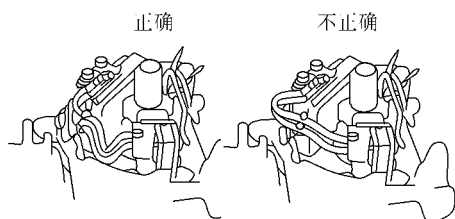

图 5-53 将感应线圈的配线固定到夹扣上
- 3) 按图 5-53 所示，将感应线圈的配线固定到夹扣上，并使它有足够的松弛度。
- (10) 安装点火线圈。